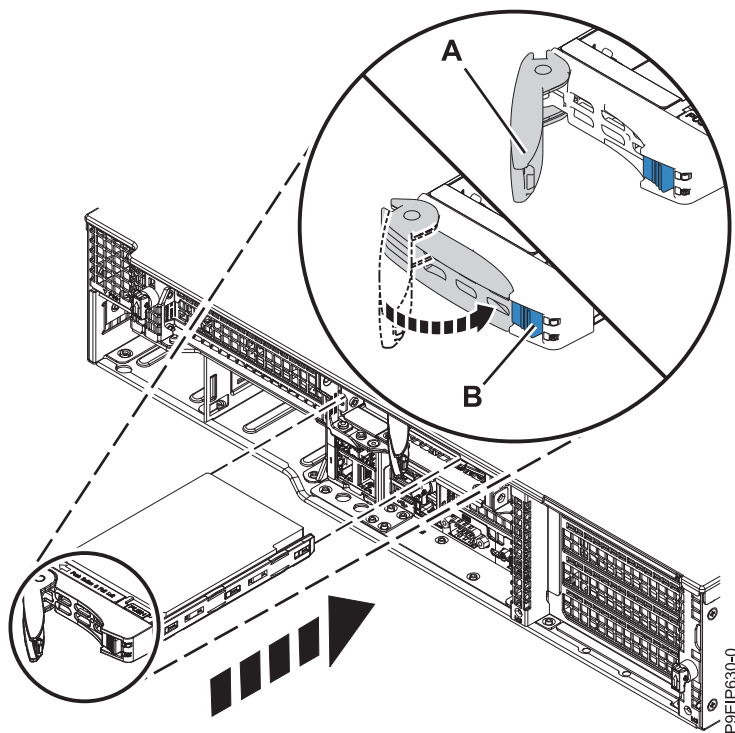

Figura 19. Detalle de bloqueo de la unidad de disco
7. Bloquee el asa de la bahía de unidad (**A**) presionando el pestillo de liberación del asa hasta que encaje en (**B**) como se muestra en la Figura 19 en la página 21.